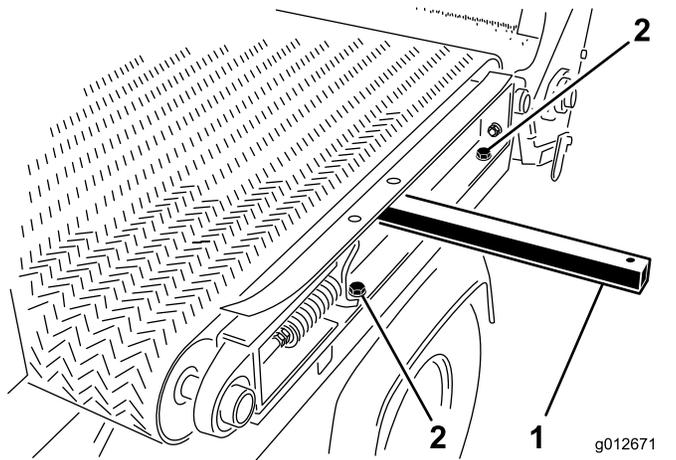

Figura 30
1. No lado esquerdo da máquina, monte a calha da estrutura de deslizamento no guarda-lamas esquerdo (**Figura 30**) com os dois parafusos e as duas anilhas que removeu em **Desmontar a plataforma lateral** (página 24) e aperte os parafusos.